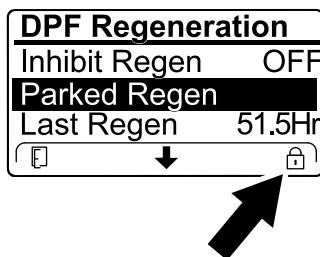

Figure 77
- Si le calculateur moteur demande une régénération d'urgence ou est en train d'en exécuter une, et que vous naviguez jusqu'à l'option PARKED REGEN, la régénération en stationnement se bloque et l'icône de blocage (Figure 77) apparaît en bas à droite de l'InfoCenter.